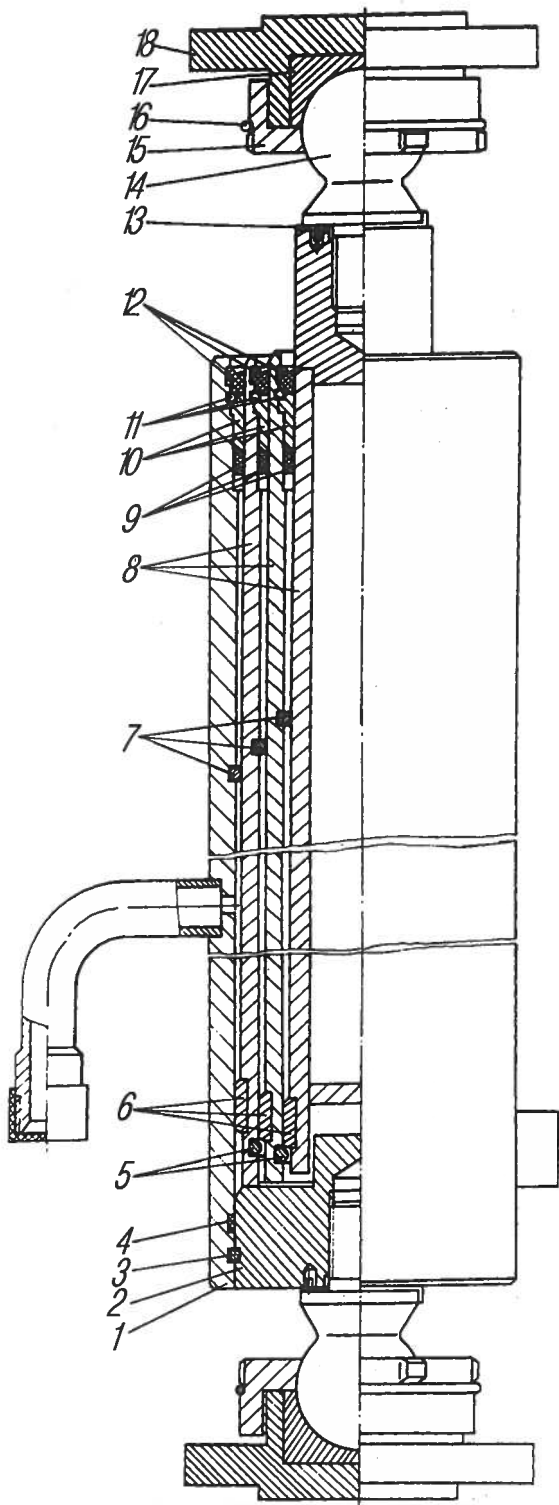

Рис. 118. Гидроцилиндр подъема платформы автомобилей
**Гидроцилиндр подъема платформы автомобилей Урал-55571-40 и Урал-555717-40** — телескопический. В корпусе 1 (рис. 118) размещены плунжеры 8, ход которых ограничивается при движении вниз упорными кольцами 5 и 7.